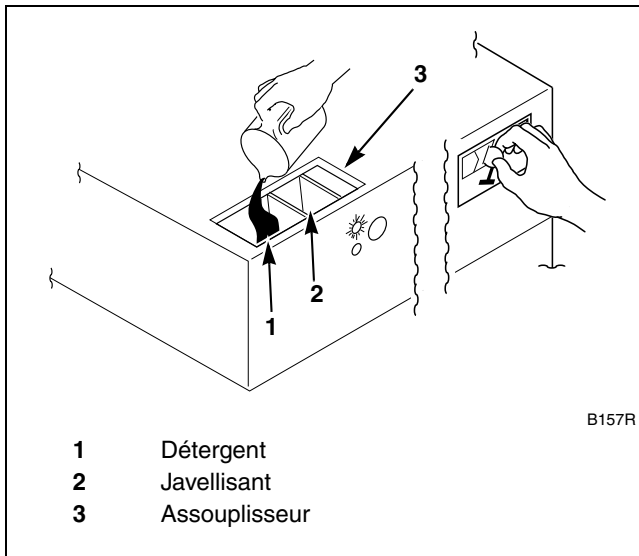

Figure 21
7. Au démarrage du cycle, verser les produits liquides ou en poudre dans le distributeur de produits. Se reporter à la *Figure 21*.
8. **Modèles à monnaie :** Mettre le montant en monnaie requis pour démarrer la machine. Se reporter à la *Figure 21*.